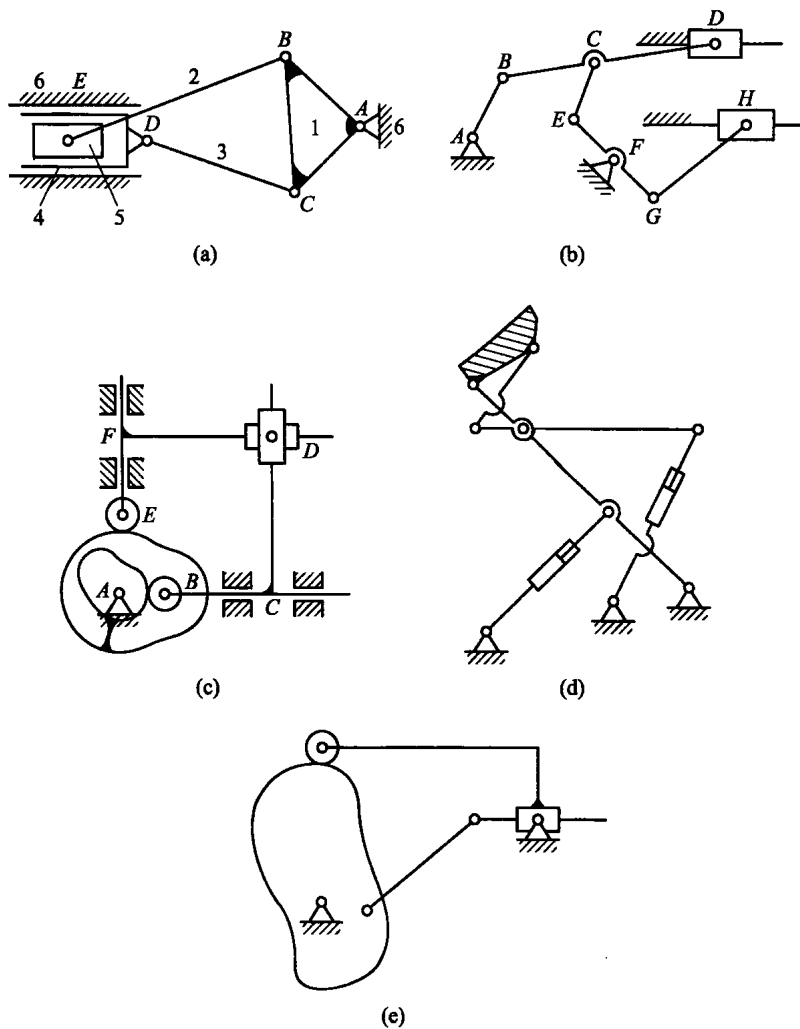

图 2.5
2. 如图 2.5 所示，各机构中是否含有复合铰链、局部自由度、虚约束？并指明。计